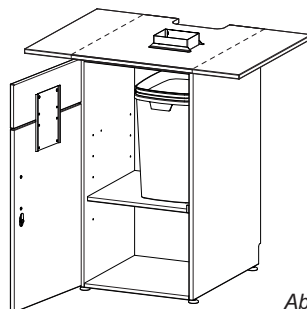

Abb. 20
3.10.3 Unterschränk mit Öffnung für Kaffeesatzentsorgung (Abb. 20)